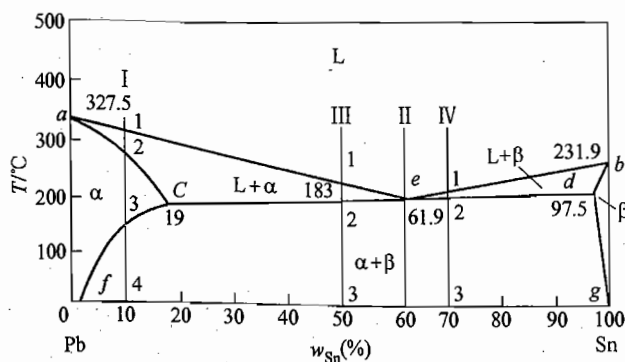

图 14-1 第四题第 6 小题图
3. 说明存在于面心立方晶格金属中 (111) 面的位错 $b_1 = a/2[10\bar{1}]$ 及 (11 $\bar{1}$) 面的位错 $b_2 = a/2[011]$ 能发生位错反应的原因; 生成位错的柏氏矢量及位错属性是什么? 该位错反应发生对于金属的塑性变形将产生何种影响? (15 分)
5. 铝酸钇 ($YAlO_3$) 的晶体结构为钙钛矿型, 钇占据角顶位置, 氧占据面心位置, 铝占据体心位置。已知铝、钇和氧的电负性 χ 分别为 1.61、1.22、3.44, 离子半径分别为 67.5pm、104pm、126pm ($1\text{pm} = 10^{-12}\text{m}$)。(1) 画出结构; (2) 判断键性; (3) 铝填充的是什么空隙, 计算说明其配位数是否合理; (4) 用鲍林规则分析其结构稳定性。(15 分)
6. 画出图 14-1 所示铅锡相图中含 Sn10% 的铅锡合金的冷却曲线并分析结晶过程; 计算室温时 α 相和 β_{II} 相的含量。(15 分)